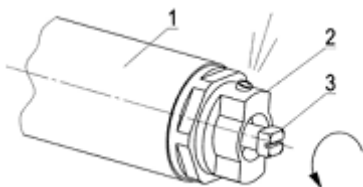

Рис.9. Розповірювач
д) Перевірити положення поводка (2) відносно зубчастого колеса (1) рис. 9.